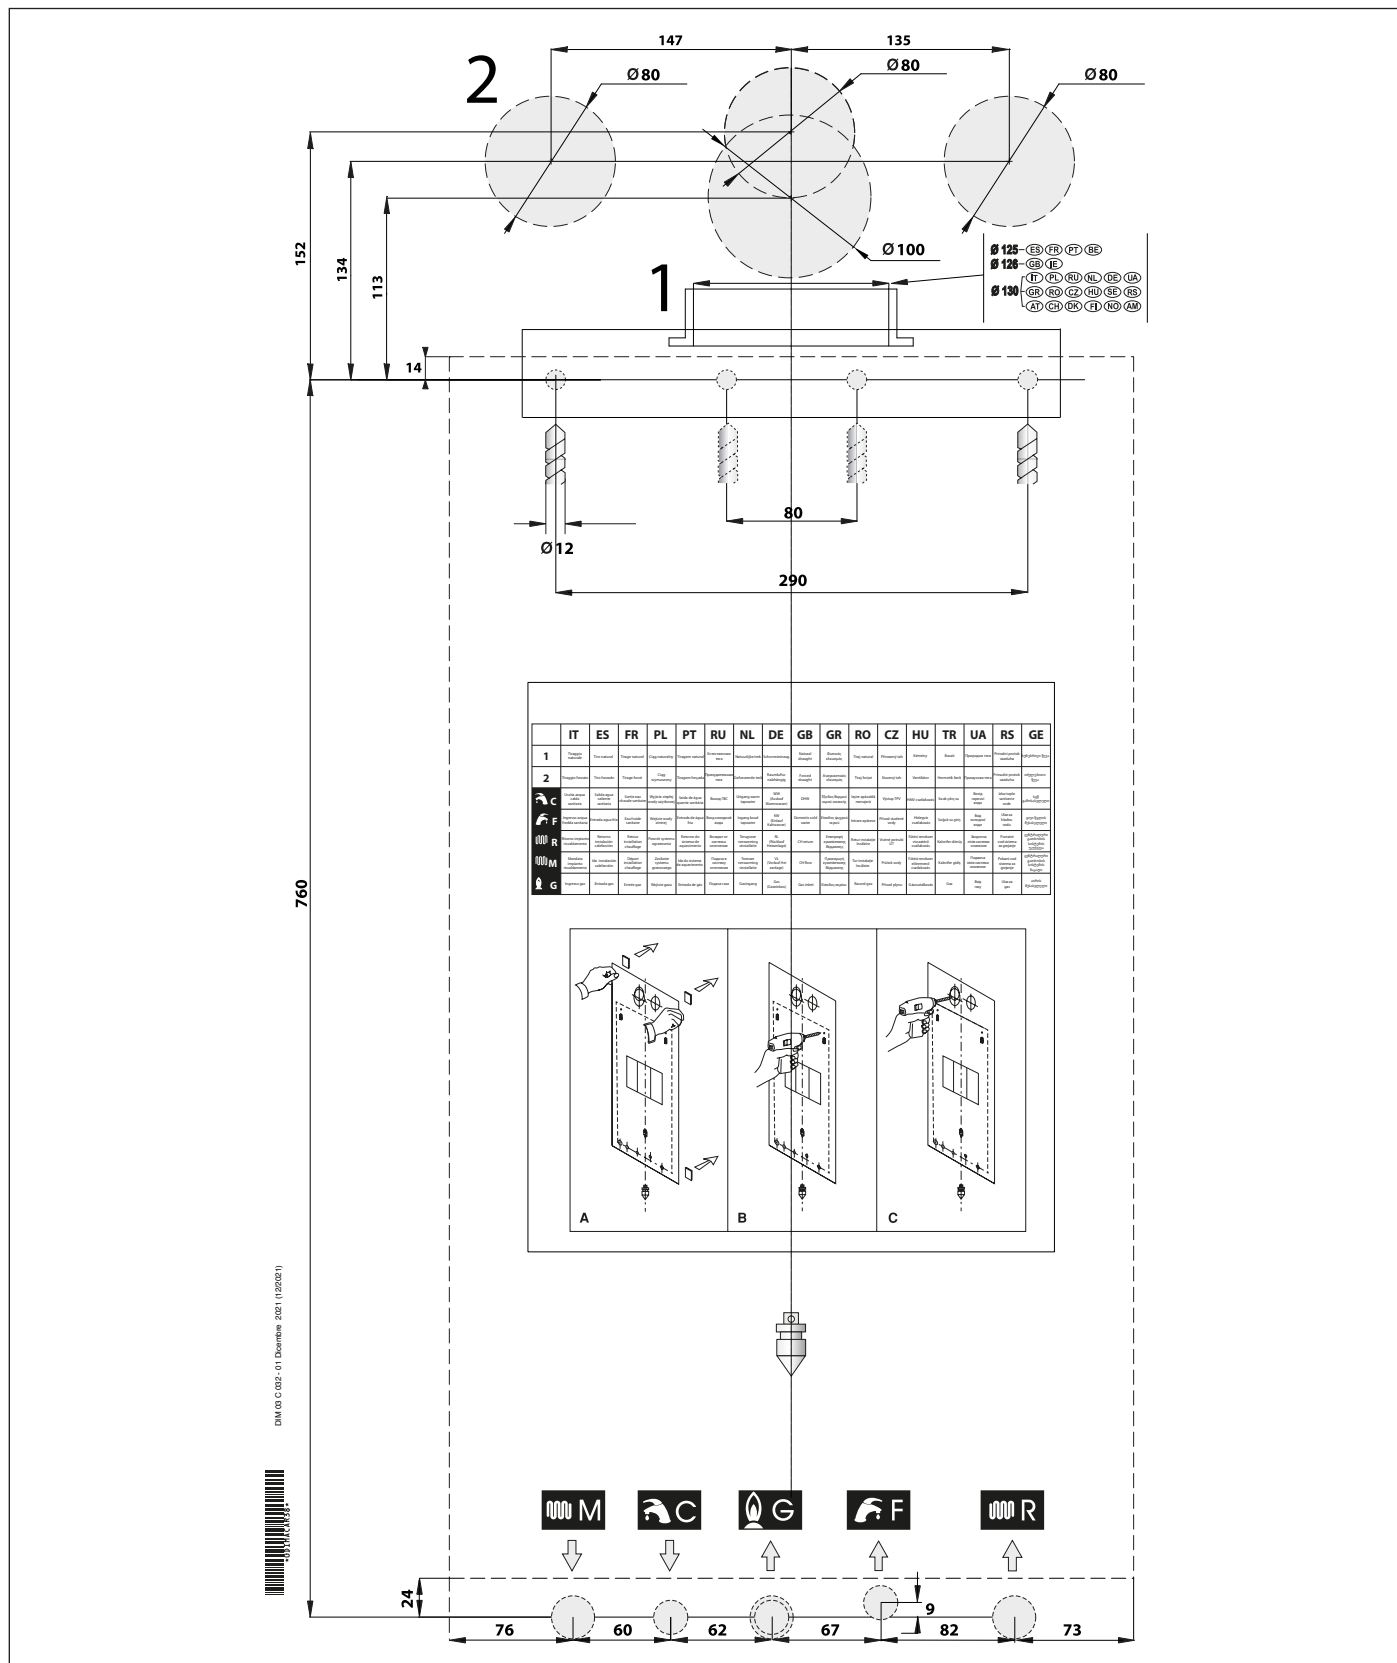

Рис. 9 Шаблон из бумаги
- монтажный бумажный шаблон для настенного котла (смотри Рис. 9 Шаблон из бумаги);
Каждый котел снабжен специальным шаблоном из бумаги (смотри Рис. 9 Шаблон из бумаги).